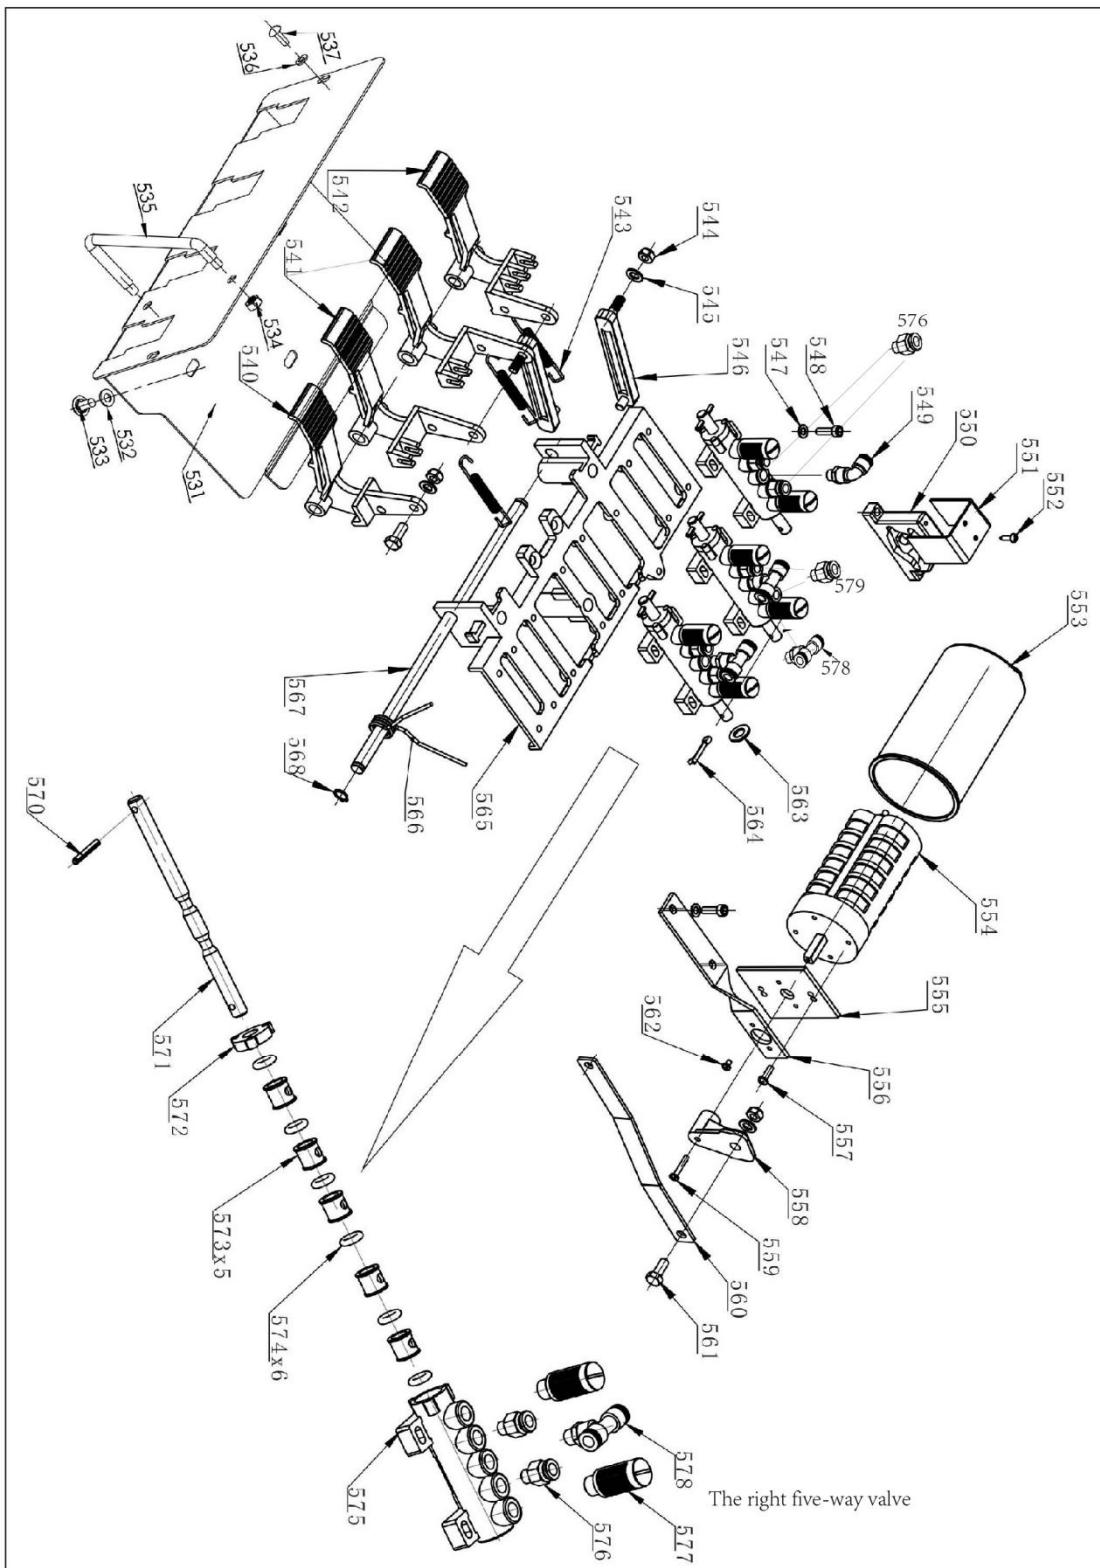

Abb.38
**2064896 Pedalbaugruppe (Abb.38)**